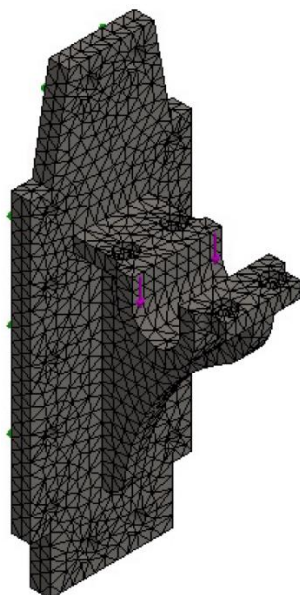

Рисунок 9.23 – Модель після створення сітки
2. Прийміть усі налаштування за замовчуванням і натисніть **OK** у **PropertyManager**; відкриється вікно **Mesh Progress** (Прогрес створення сітки). Після завершення процесу створення сітки модель із сіткою відобразиться в графічній області (див. рис. 9.23).